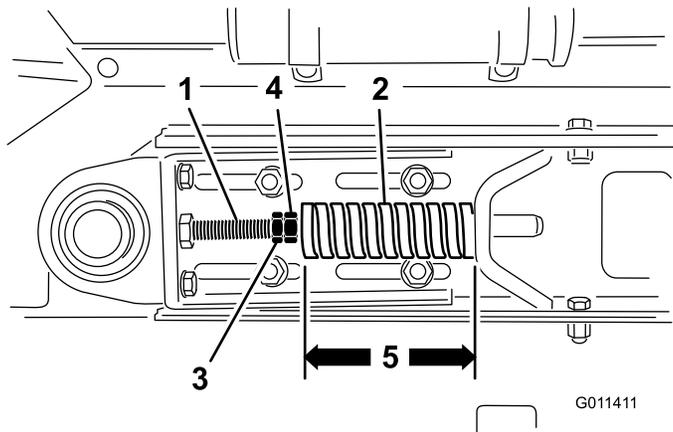

Рисунок 26
1. Ослабьте зажимные гайки и отрегулируйте гайки натяжной тяги (Рисунок 26) до получения необходимого натяжения.